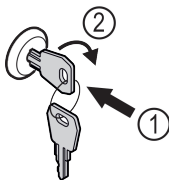

Fig. 123 Simbolična slika
- ▶ Vstavite ključ Fig. 123 (1).
- ▶ Ključ obrnite v smeri urnih kazalcev za 90° Fig. 123 (2).